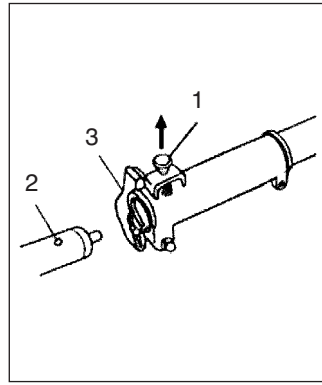

Fig.1-1B
2. Se till att låstappen (1) passar i inställningshålet (2) i röret och attröret inte ramlar av. (Fig. 1-1B)
3. Drag fast rattmuttern (3) ordentligt. (Fig. 1-1B)